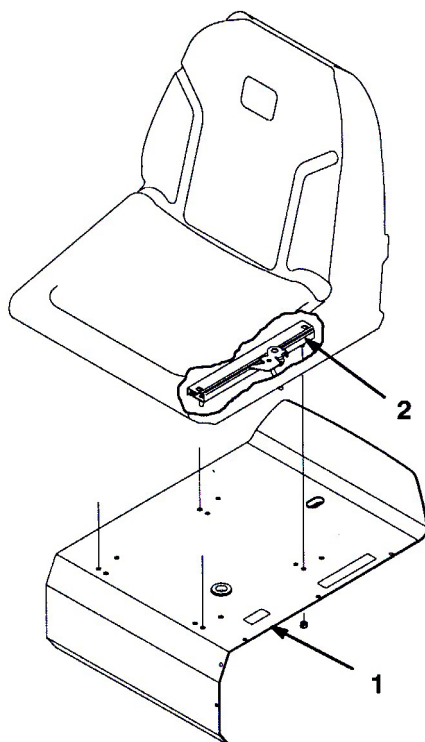

図 3
3. シート・スライドをサポートに固定する；ロックナット（5/16 in.）を使用する。（付属部品として入っている）（図3）。